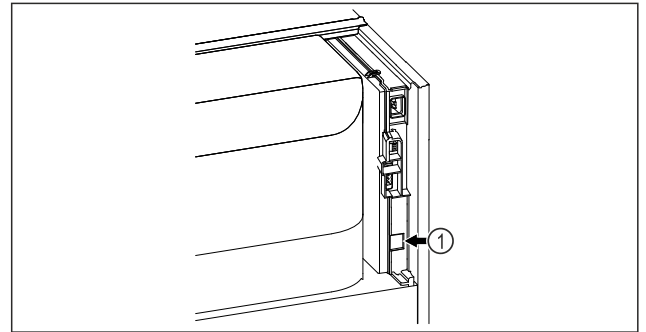

Fig. 92
- SmartModule Fig. 92 (1) er indsat.